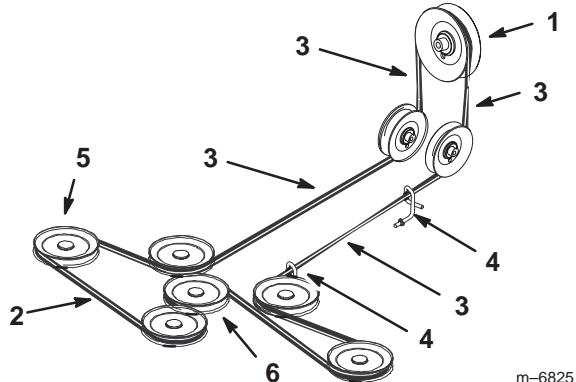

Figure 73
5. Installez la courroie neuve autour des poulies d'axe et de la poulie de tension du plateau de coupe, dans les guides de courroie, dans l'ensemble bras de tension arrière et l'embrayage (Fig. 73).
**Important** Vérifiez le vrillage de la courroie entre les poulies. Il doit être conforme aux spécifications de la Figure 73.
**Important** Vérifiez le vrillement de la courroie entre les poulies. Il doit être conforme aux spécifications de la Figure 73.